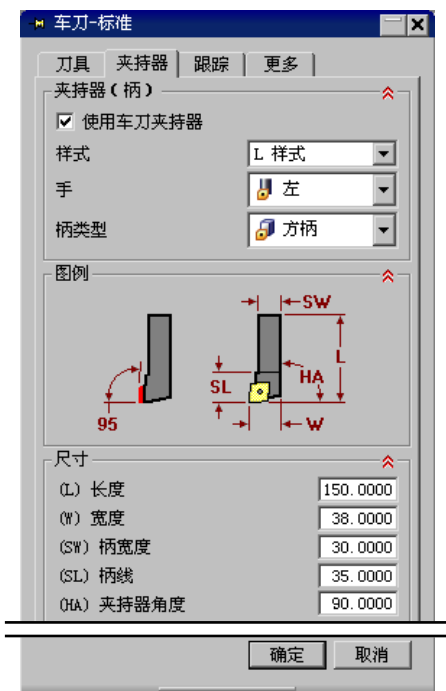
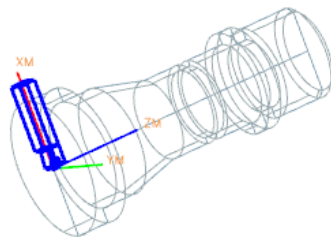

图 7.2.12 “夹持器”选项卡
图 7.2.13 显示刀具
Step4. 单击“车刀-标准”对话框中的**夹持器**选项卡，选中**使用车刀夹持器**复选框，采用系统默认的参数设置，如图 7.2.12 所示；调整到静态线框视图状态，显示出刀具的形状，如图 7.2.13 所示。